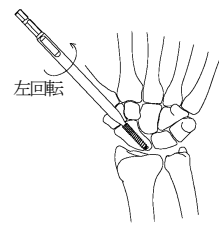

図2
2) 六角穴が破損しドライバーでスクリューが抜去できない場合は、イージーアウトを六角穴に挿入し、左回転にてスクリューに押し付けながら組み合わせ、そのまま回転を続け抜去します。（図2）